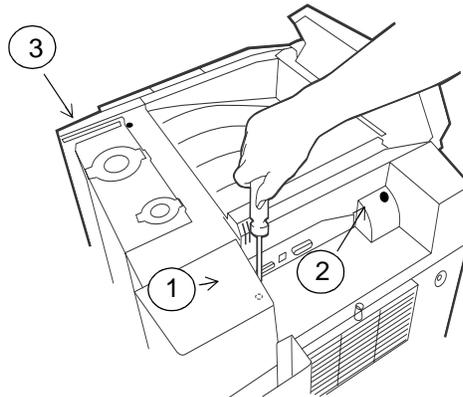

Abbildung 4-37 Obere Abdeckung abnehmen
3. Lösen Sie die drei Schrauben an der oberen Abdeckung (siehe Abbildung 4-37).